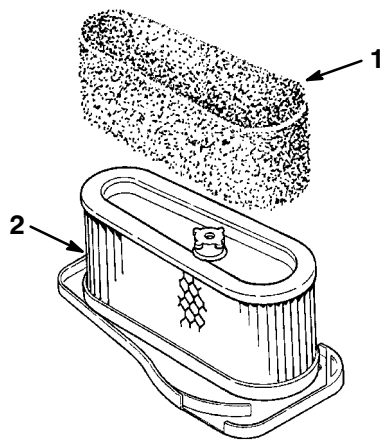

Figure 24
4. Glissez délicatement l'élément en mousse hors de l'élément en papier (Fig. 24).
1. Glissez délicatement l'élément en mousse sur l'élément en papier (Fig. 24).